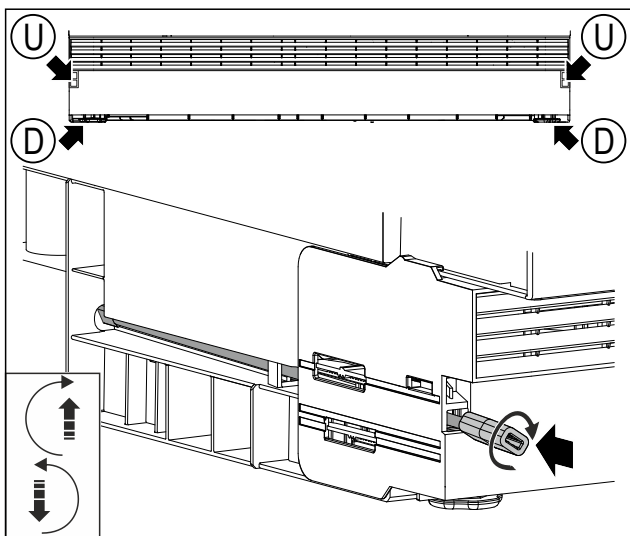

Fig. 49 Ilustrační zobrazení
- (U) Nastavení výšky vzadu (D) Nastavení výšky vpředu
- Tyč s adaptérem zasuňte do otvoru Fig. 49 (U).